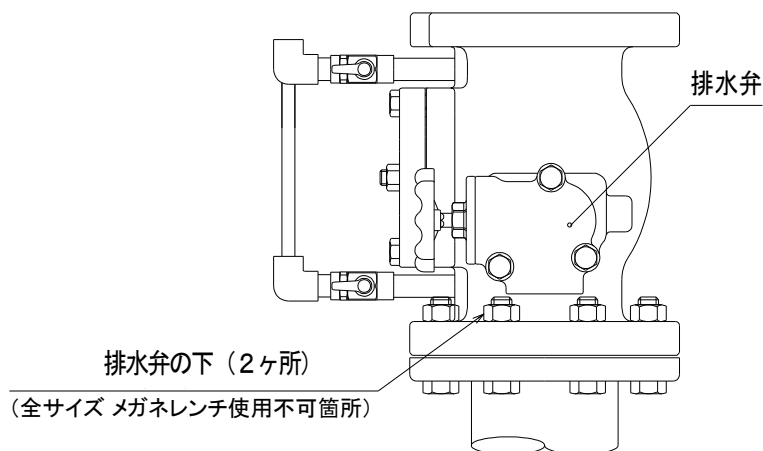

図7
- ②流水検知装置を組み付ける前に、現場配管内に異物がないことを確認してください。
③バルブ本体内部の梱包材を取り除き、異物がないことを確認してください。
(2) 据付
- ①取付用ボルト・ナット（M16）を準備してください。なお、ボルトの長さは排水弁や流水検知部などに干渉しない長さとしてください。（推奨ボルト：M16×L65 六角ボルト）
②現場配管と流水検知装置を組み付けてください。なお、排水弁の下はスペースが狭いため、メガネレンチが使用できませんので、スパナレンチなどを使用してください。（図7参照）